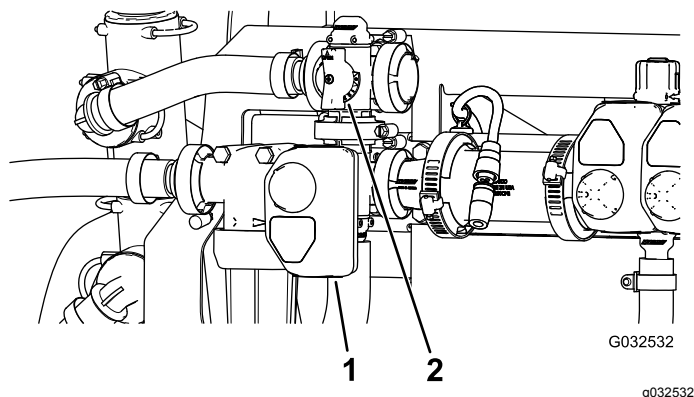

Figure 49
- Réglez la vanne de dérivation d'agitation (Figure 49) à l'arrière de la vanne d'agitation jusqu'à ce que la pression indiquée soit 6,89 bar.